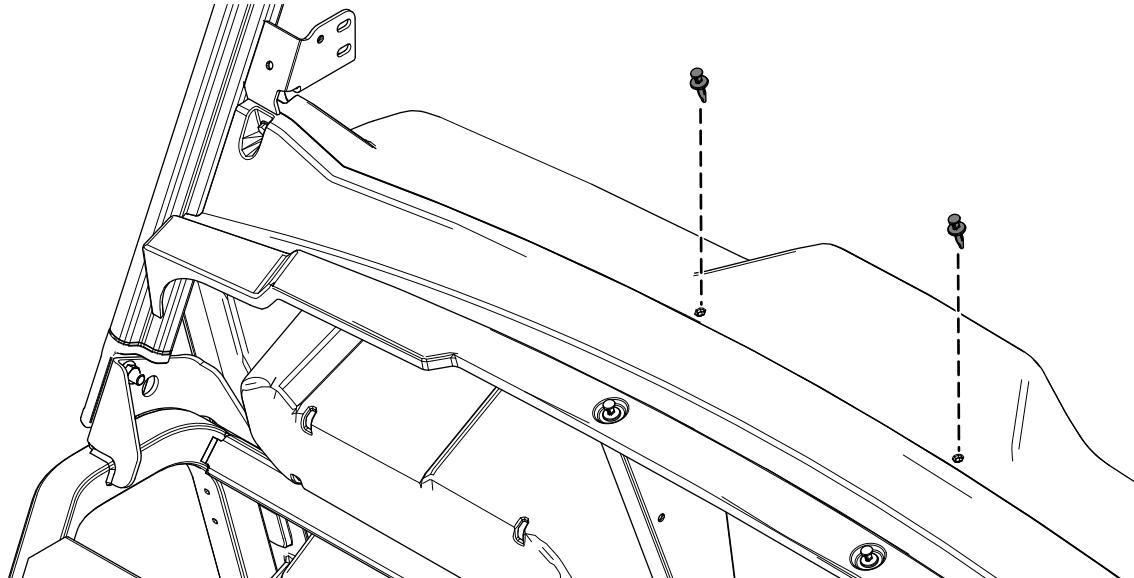

Figure 1
1. Retirez les 2 rivets en plastique sur la planche de bord (Figure 1).